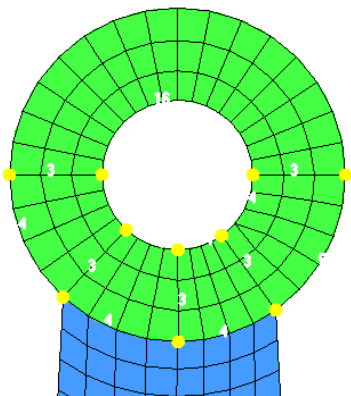

图 5-38 调整网格密度
- (1) 将 boss 设置为当前工作组件。
- (2) 进入 automesh 面板。
- (3) 选择 boss 底部的 5 个面。
- (4) 单击 mesh 按钮进入分网程序。
- (5) 按照图 5-38 所示调整面上网格密度。
- (6) 单击 mesh 按钮更新面上网格密度。
- (7) 单击 return 按钮两次返回主面板 (main menu)。